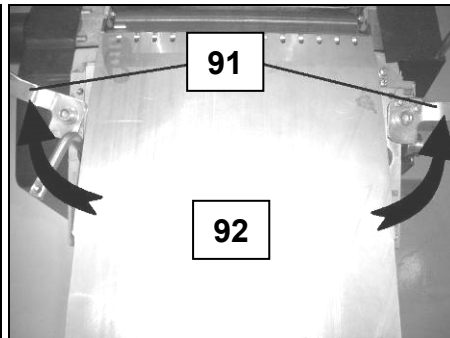

Fig 59
- Ecartez les manettes de serrage (91) et ôtez la table de sortie (92) (Fig 59).